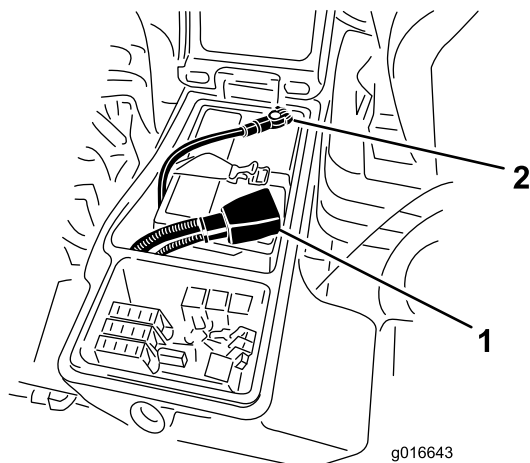

Figura 84
6. Conecte el cable positivo (rojo) al borne positivo (+) y el cable negativo (negro) al borne negativo (-) de la batería (Figura 84).